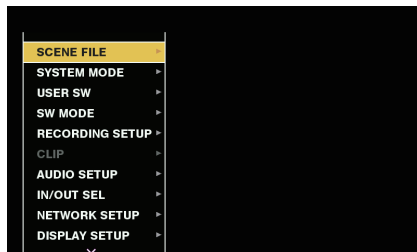

Fig. 1
- 2 Utilisez la molette crantée (ou les boutons du curseur ($\Delta \nabla$)) pour placer le curseur sur l'élément de menu correspondant. (Fig. 1)